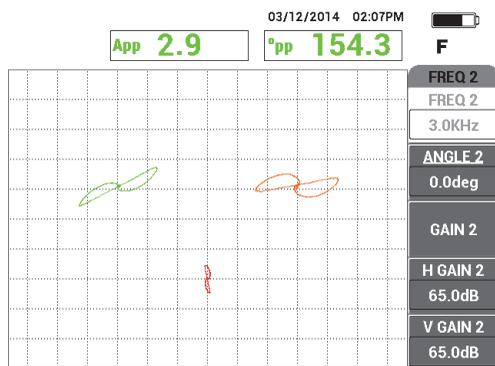

Рис. 5-137 Сканирование сквозного отверстия
2. Медленно просканируйте самое маленькое сквозное отверстие, используя педаль ERASE для очистки экрана. При отображении сигнала отверстия на экране NORTEC 600 нажмите клавишу FREEZE (❄). См. Рис. 5-137 на стр. 238.